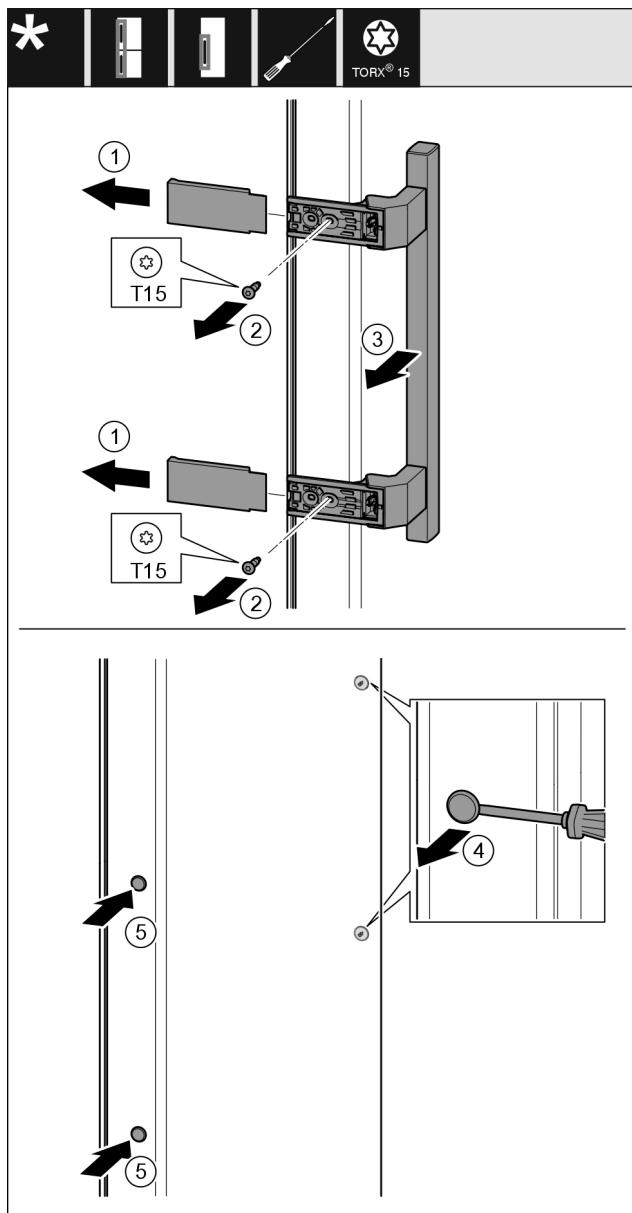

Fig. 22
- Abdeckung Fig. 22 (1) abziehen.
- Schrauben Fig. 22 (2) mit Schraubendreher herausdrehen.
- Griff Fig. 22 (3) abnehmen.
- Seitlichen Stopfen Fig. 22 (4) vorsichtig mit einem Schlitzschraubendreher anheben und herausziehen.
- Stopfen Fig. 22 (5) auf der anderen Seite wieder einsetzen.